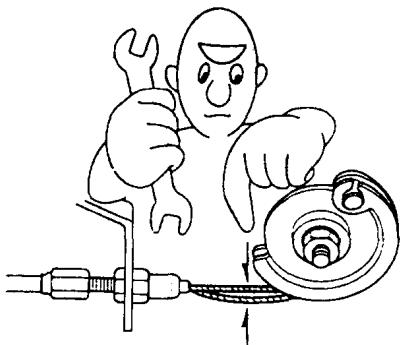

图 1-20 检查每一个零件安装是否正确
② 不得将不同品牌的液体混合使用，因为，它们之间可能不相容。
- ③ 不得重复使用已排出的制动液。
- ④ 因为制动液会损伤漆面或树脂表面，所以，要特别注意不要溅到类似表面上。如果意外溅出，应立即用水或温水予以冲洗。
- ⑤ 在断开制动软管或制动管后，应塞住开口，确保制动液不会流失。
- ⑥ 所有拆卸的零件均必须用洁净的制动液进行清洗，用压缩空气吹扫所有孔与通路。
- ⑦ 避免卸下的零件接触空气携带的灰尘和摩擦物质。
- ⑧ 在组装前，检查并确认零件是洁净的。
- 13) 组装时，如图 1-20 所示，应检查每一个零件的安装是否正确，工作是否正常。